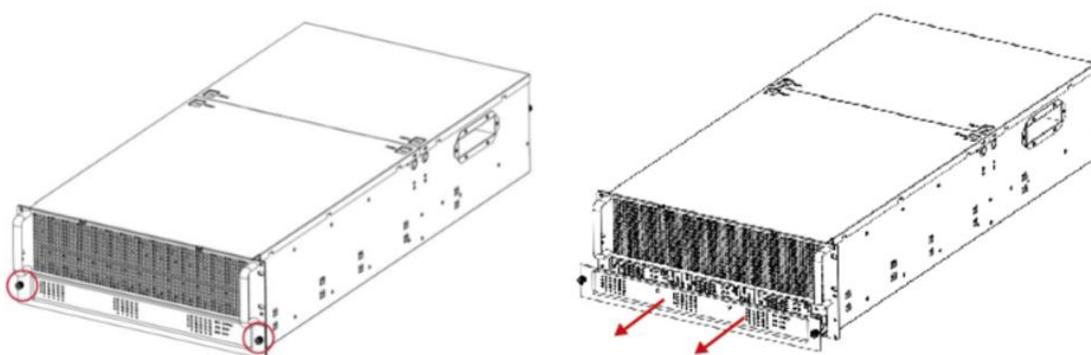

Рисунок 87 - Демонтаж модуля объединительной платы НМД
- 3) Держать рычаг объединительной платы, чтобы вытащить заднюю панель из корпуса модуля хранения (см. Рисунок 87).